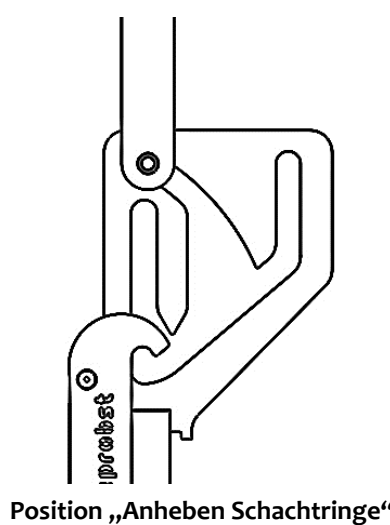

Bild 2
- Hakenaufnahme durch schräges Ziehen des Last-Zuggestänges in Position „Anheben“ bringen (Bild 2).